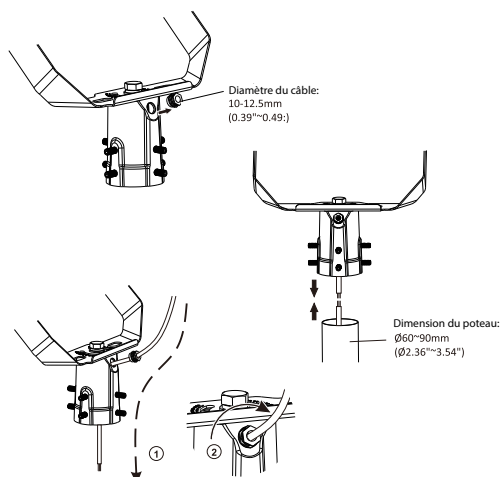

Fig. 16
3. Insérez le cordon d'alimentation externe dans le presse-étoupe situé sur le joint d'articulation (Fig. 16). Effectuez les connexions électriques (voir le schéma de câblage à la page 1).